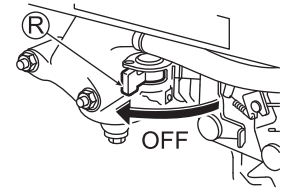

Abb. 15
- 3 Stellen Sie den Kraftstoffhahn (R) auf "OFF" (AUS). (Siehe Abb. 15)